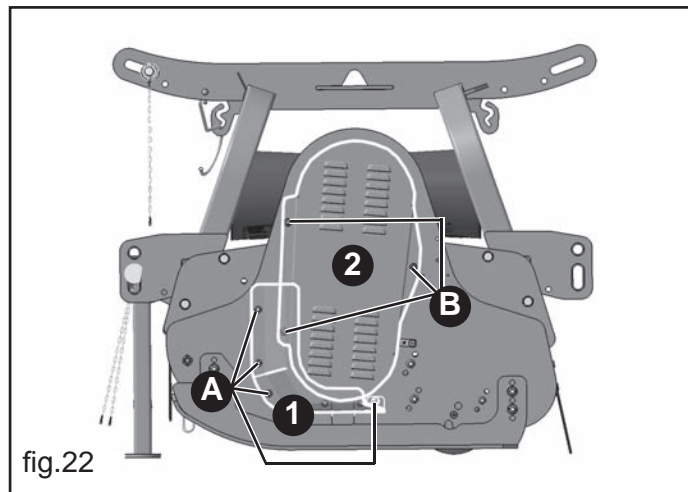

fig.22
- Togliere le viti che fissano: 1) la protezione laterale del carter (A fig.22). 2) il carter di protezione (B fig.22). Aprire il carter tirandolo verso l'esterno.
- Rimontare il carter e la protezione, fissandoli con le relative viti tolte in precedenza (A-B fig.22)